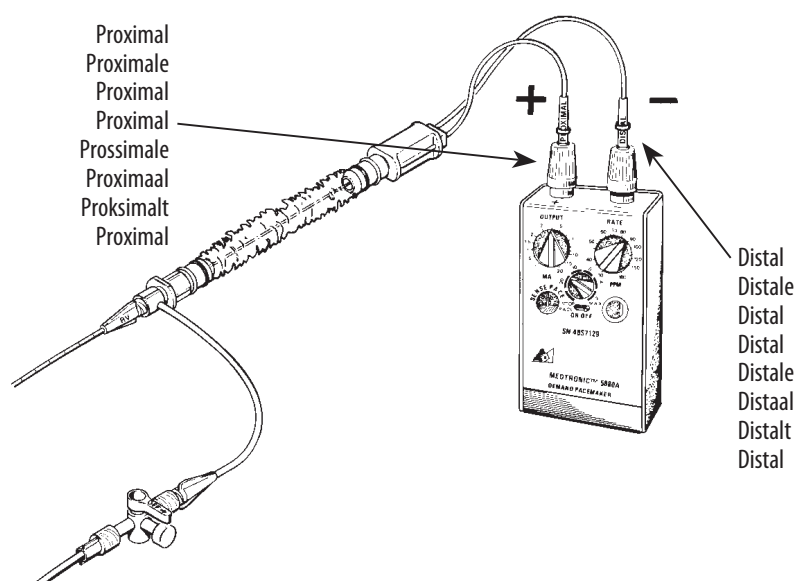

Figure 5. Connection of leads to an external pulse generator ■ **Figure 5.** Connexion de dérivation à un générateur d'impulsions externe
■ **Abbildung 5.** Anschluss der Elektroden an einen externen Impulsgeber ■ **Figura 5.** Conexión de los electrodos a un generador de pulso externo
■ **Figura 5.** Collegamento delle derivazioni a un generatore di impulsi esterno ■ **Afbeelding 5.** Aansluiten van de leads op een externe pulsgenerator